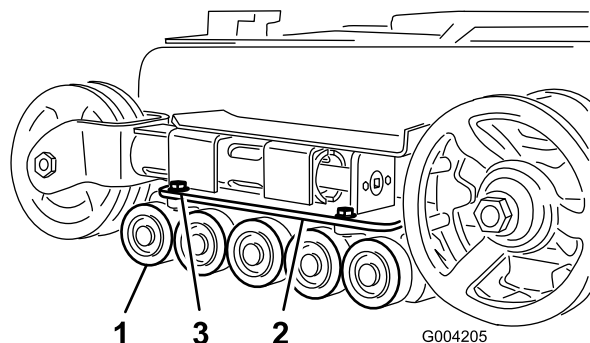

**Figure 49**
3. Déposez le jonc d'arrêt et le chapeau d'un galet de roulement (Figure 49).
4. Vérifiez la graisse sous le chapeau et autour du joint (Figure 49). Si elle est encrassée, granuleuse ou en quantité insuffisante, enlevez toute la graisse, remplacez le joint et ajoutez de la graisse neuve.
6. Placez le chapeau de galet de roulement sur la tête du boulon (Figure 49).
7. Fixez le chapeau avec le jonc d'arrêt (Figure 49).